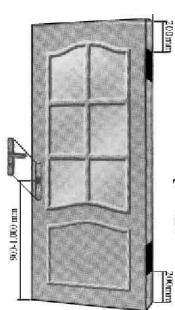

рис.1
4.8.3.8 Зарезку под замок производить на расстоянии 900 - 1 000мм от нижнего края полотна до оси ручки (рис. 1);